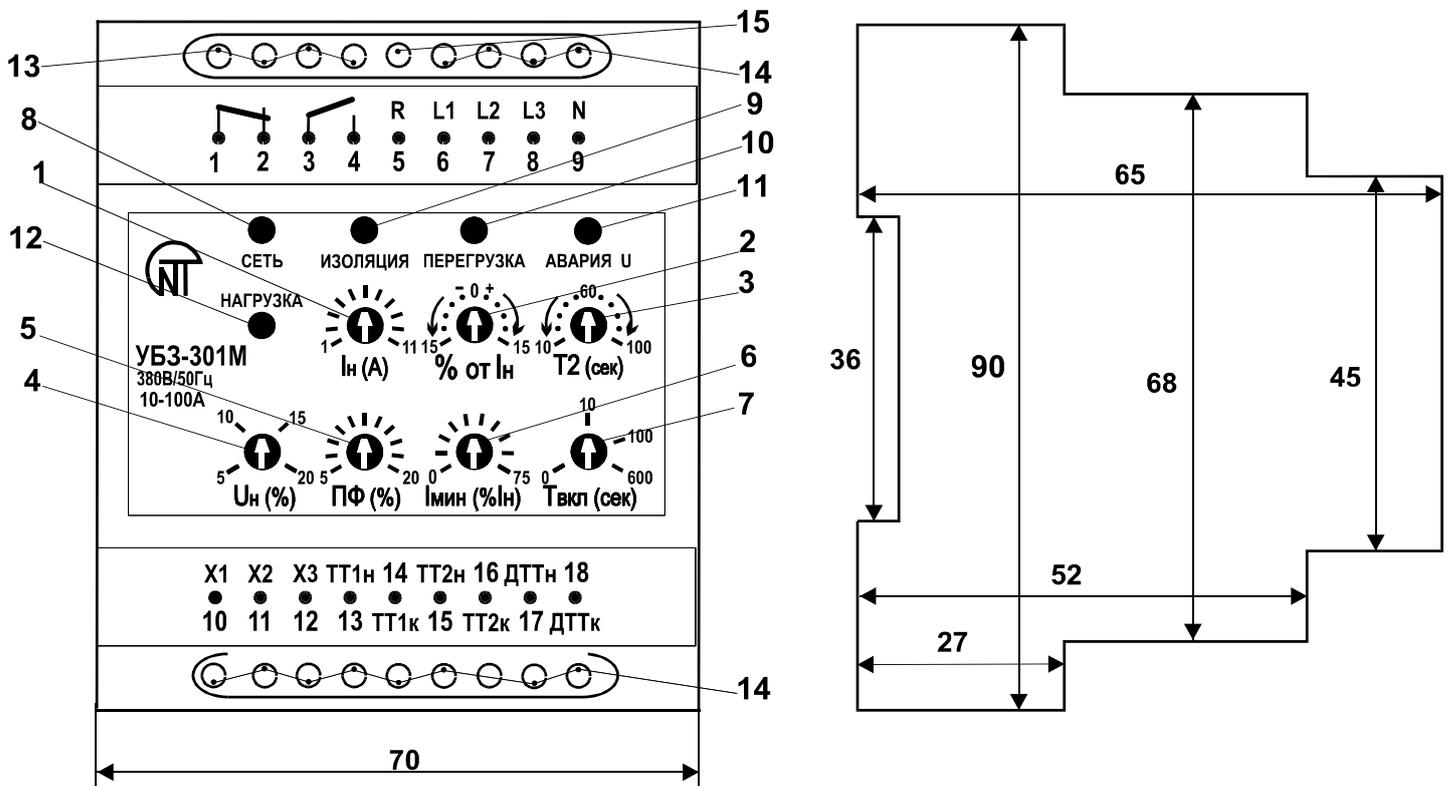

РИС. 1
**Регулировки.** Блок имеет семь независимых регулировок. Для удобства пользования шлицы регулировочных потенциометров выведены на лицевую панель блока. Расположение – см. рис. 1.